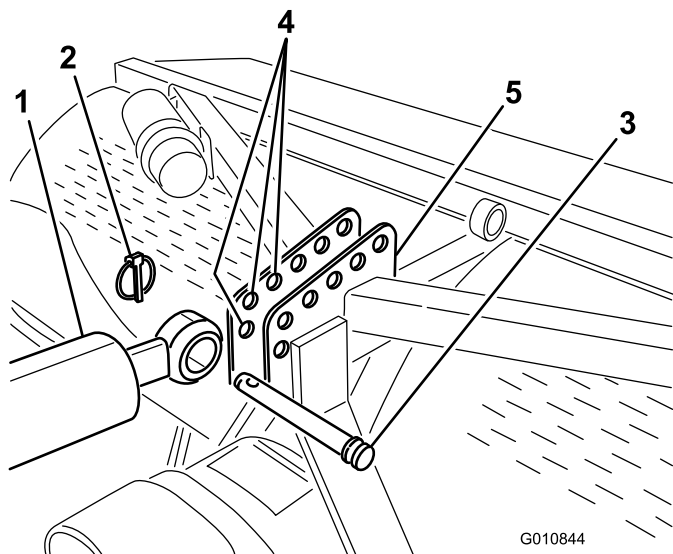

Figure 6
- Fixez le côté tige du bras de liaison supérieur hydraulique au trou le plus avant possible dans le support de l'aérateur avec un axe d'articulation et une goupille à anneau (Figure 6).